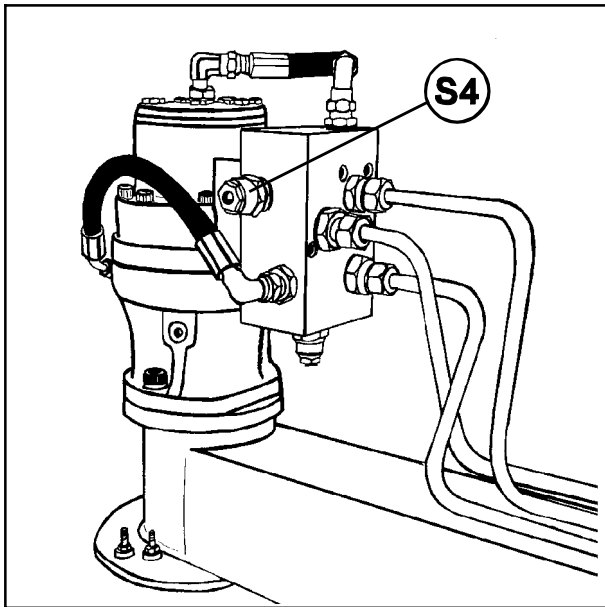

Fig. 14-4
b) Soupape de sécurité sur l'arrivée. (S4, fig.14-4)